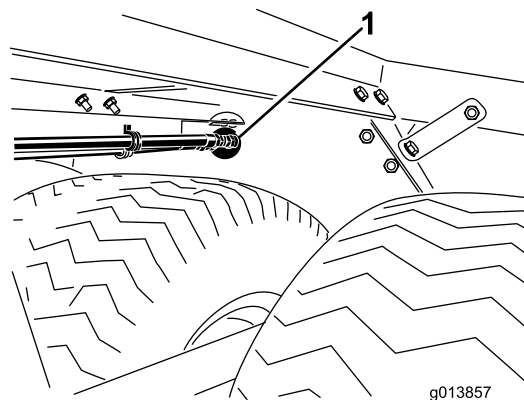

Figure 2
5. Les raccords d'entrée et de sortie ainsi que le support du guide de flexibles doivent tous passer correctement dans les trous ronds de la paroi arrière du châssis du ProPass (Figure 2).